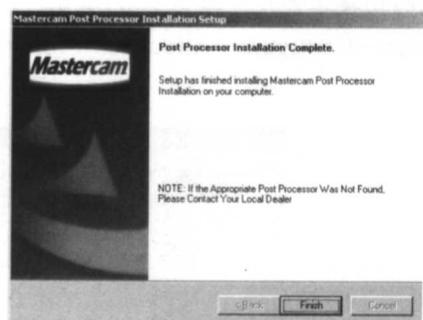

图 1-22
(14) 显示 Post Processor Installation Complete (后处理安装完成) 对话框，如图 1-22 所示。单击“Finish”（完成）按钮。